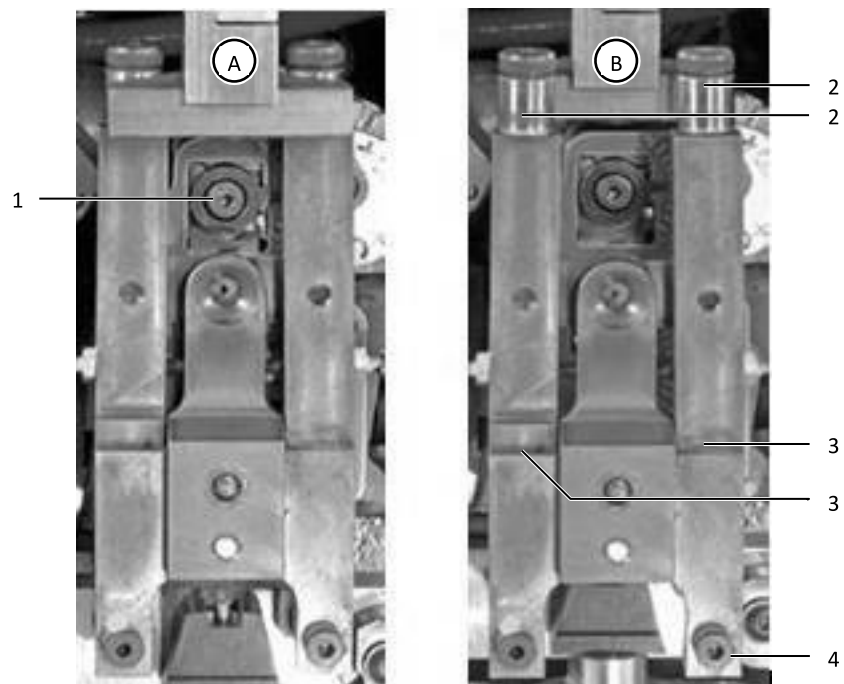

Abb. 18: Litzenfixiereinheit in Betriebsposition (A) und nach vorn gezogen (B)
- Reinigen Sie den Einführtrichter (Abb. 18, Pos. 1) mit einem Pinsel.
- Ziehen Sie die Litzenfixiereinheit nach vorn (Abb. 18, Pos. B).
- Prüfen Sie, ob die Laufrollen (Abb. 18, Pos. 2) leichtgängig sind. Bei Bedarf ölen Sie die Drehpunkte der Laufrollen.
- Ölen Sie die Drehpunkte (Abb. 18, Pos. 3) der Litzenfixiereinheit.
- Stellen Sie sicher, dass sich die Litzenfixiereinheit in der vorderen Position befindet (Abb. 18, Pos. B).
- Entfernen Sie die rechte untere Schraube der Litzenfixiereinheit (Abb. 18, Pos. 4).